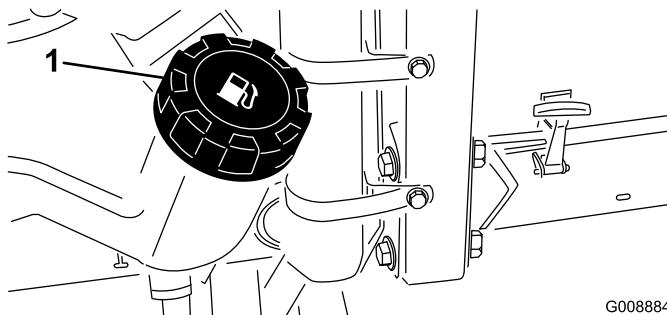

Figura 37
- Pulite l'area circostante il tappo del serbatoio carburante (Figura 37).